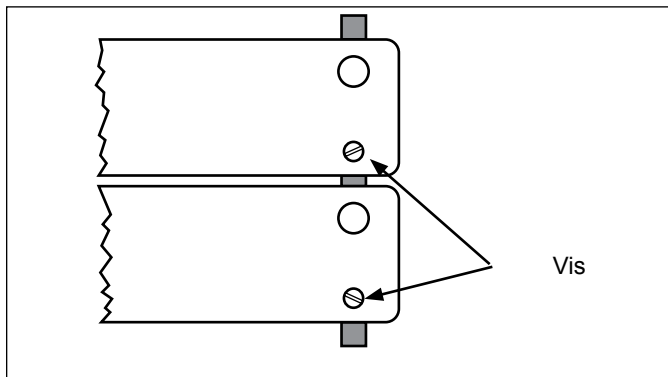

Figure 8. Maillons de raccordement
- Appliquer du **McD[®] ultra concentré tout-usage (APSC) (HCS)** sur un tampon **No-Scratch** et nettoyer la courroie transporteuse verticale sur deux révolutions complètes, essuyant d'un côté à l'autre. Utiliser les deux trous dans les maillons de raccordement à titre de repère (voir figure 8).